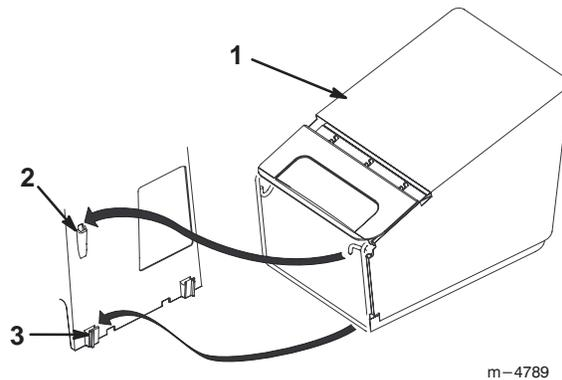

Figure 18
5. Insérer le crochet de l'armature du sac dans la fente du carter de tondeuse et faire reposer l'armature sur les supports, comme illustré à la figure 18.
4. Soulever l'armature du sac hors des supports et de la fente du carter de tondeuse, comme illustré à la figure 18.